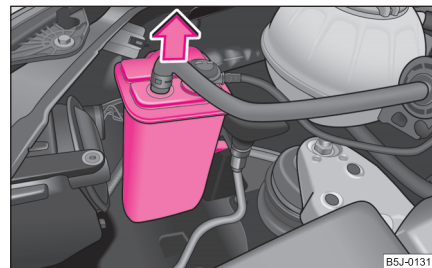

Fig. 175 Scoaterea rezervorului de cărbune activ
- La autovehiculele cu motor pe benzină, înainte de înlocuirea becurilor din farul dreapta față, scoateți rezervorul de cărbune activ ⇒ fig. 175.